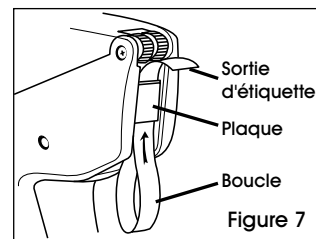

Figure 7
5. Faites glisser la bande d'étiquettes sous la plaque et tirez-la au travers jusqu'à ce que la boucle soit supprimée. (Voir Figure 7)